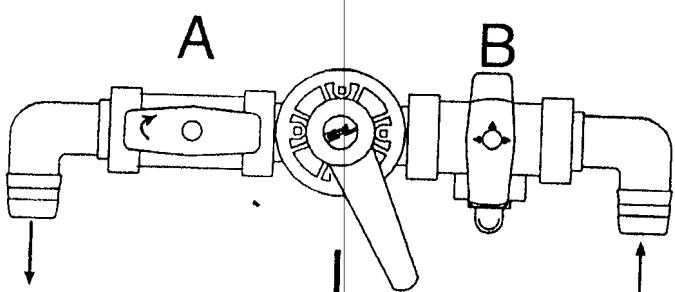

Fig. 8
- 2) Повторное наполнение установки: установите рукоятку реверсивного крана на двухходовой кран (A) и установите трехходовой кран (B) как показано на рис.8.